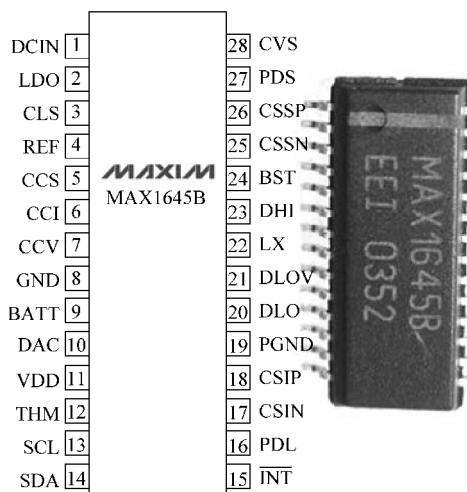

图 6-2 戴尔 D600 笔记本电脑充电控制芯片 MAX1645B 引脚定义及外形实物
2) 该笔记本电脑充电控制芯片 MAX1645B 的引脚定义及外形实物如图 6-2 所示。